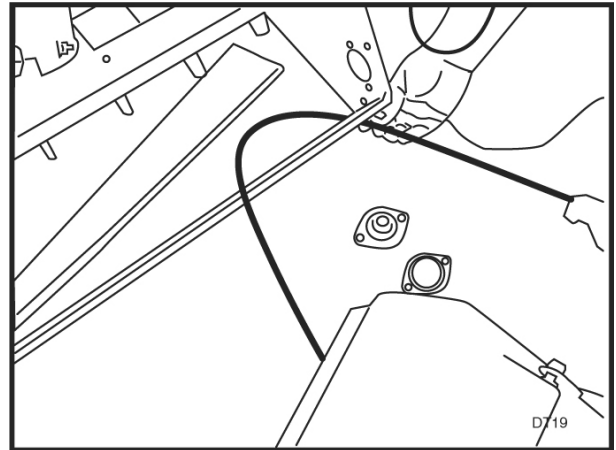

図 1
8. シードゲートからフレーム底部とラバーフラップ頂部の間にケーブルを通します。図 1 を参照してください。